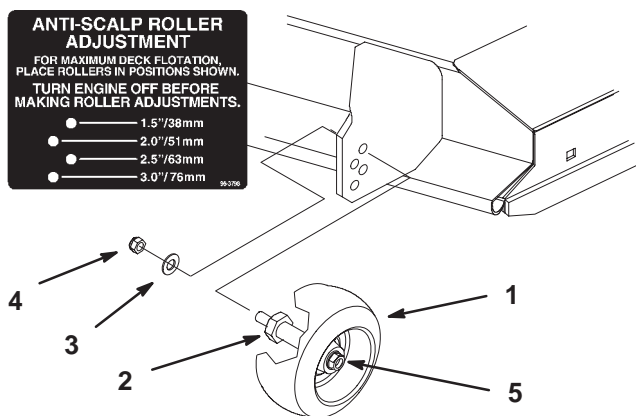

Figure 23
2. Lorsque la hauteur de coupe est réglée, enlevez l'écrou à collerette et la rondelle élastique tout en maintenant le goujon avec une clé (Fig. 23).
Remarque : N'enlevez pas l'écrou et la rondelle de la roue (Fig. 23).
3. Choisissez le trou pour que la roue de jauge se trouve le plus près possible de la hauteur de coupe correspondante voulue (Fig. 23).
4. Remettez l'écrou à collerette et la rondelle élastique. Serrez à 54–61 Nm (40–45 pieds-livres) (Fig. 23).